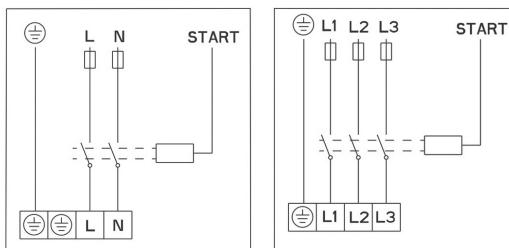

fig. 3
- la pompa va montata direttamente nelle tubature mantenendo orizzontale l'asse della pompa 1-1 (fig. 3).
Il collegamento elettrico va effettuato secondo lo schema di collegamento (fig. 3) riportato sulla parte inferiore del coperchio del motore. Prima di eseguire il collegamento bisogna svitare il coperchio superiore (fig. 1 - POS. 2)